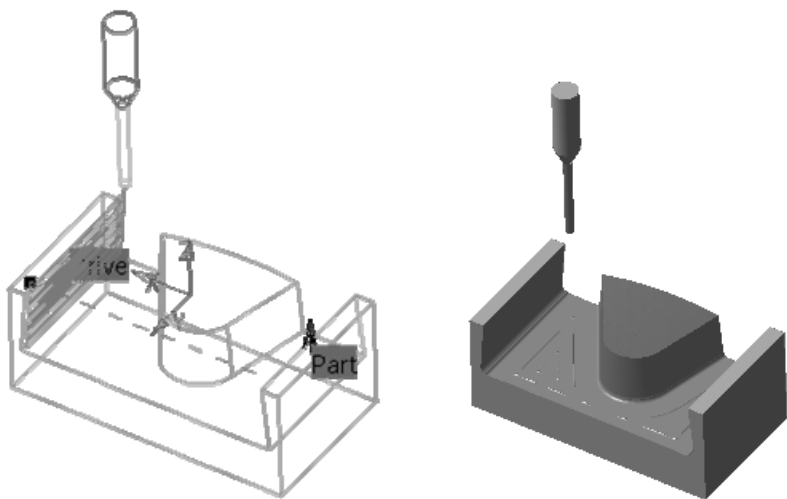

图 5-122 刀具路径轨迹和实体切削仿真
2) 重复 5.2.2 的步骤 5, 铣削加工如图 5-122 所示的零件侧壁, 生成刀具路径轨迹和实体切削仿真, 如图 5-122 所示。